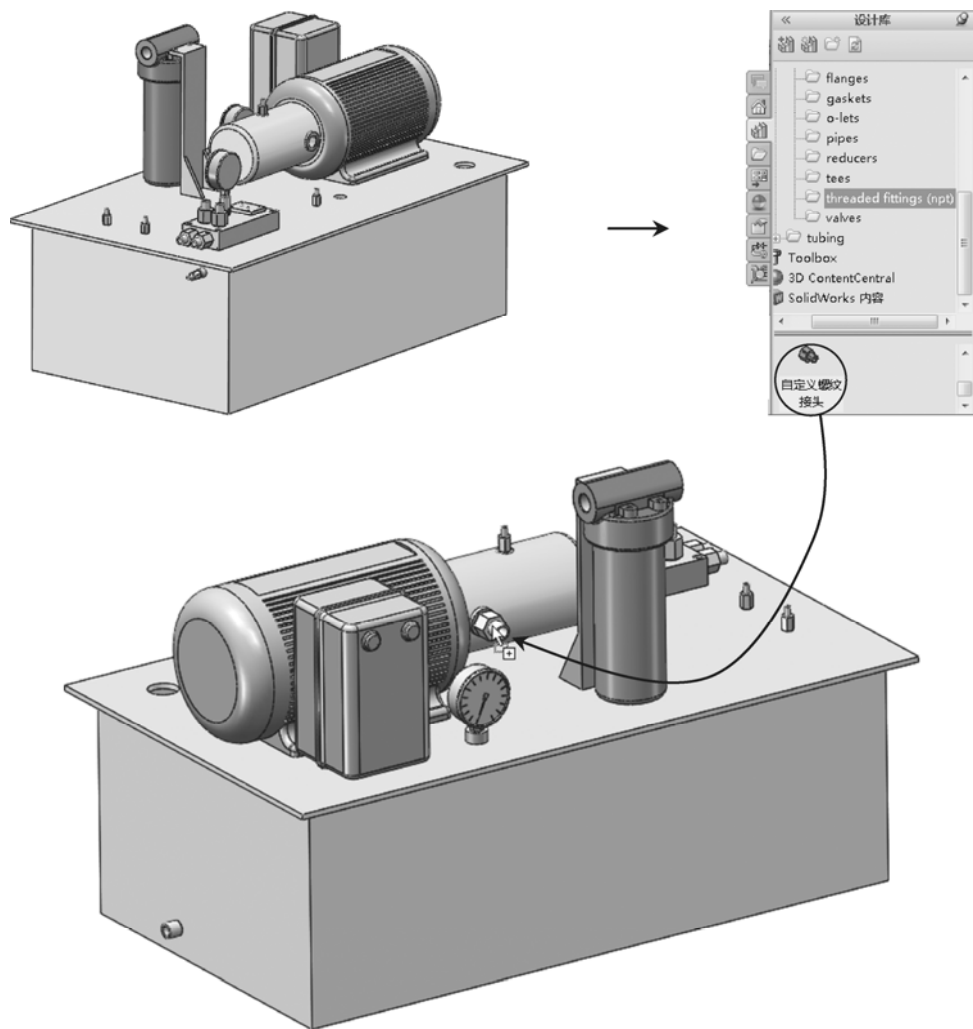

图 6-23 打开素材文件并拖动接头操作
STEP 1 打开本文提供的素材文件“液压站.SLDASM”, 如图 6-23 左上图所示, 拖动“自定义螺纹接头”到模型的接口位置处, 如图 6-23 其余图形所示(需首先将本文提供的素材文件“自定义螺纹接头.SLDPRT”, 复制到“C:\ProgramData\SolidWorks\SolidWorks 2014\Design Library\routing\piping\threaded fittings (npt)”文件夹中)。